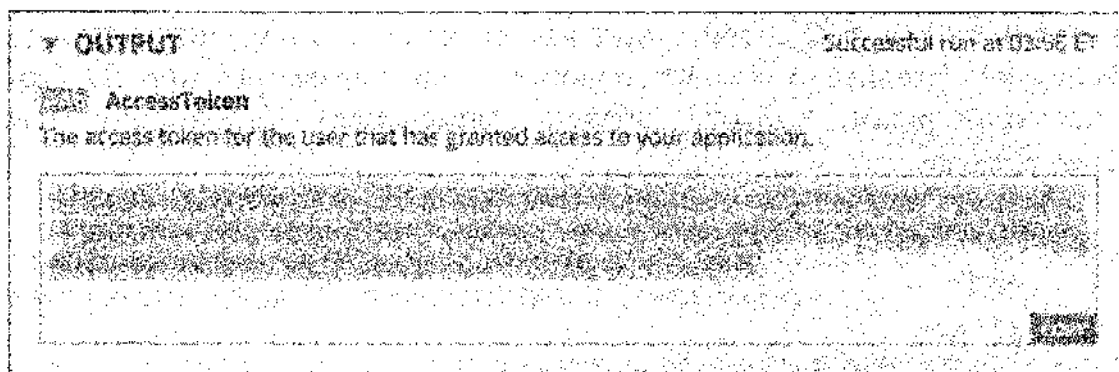

Рис. 5.24. Ваш токен доступа к приложению
11. После щелчка по кнопке **Run** вы, наконец, получите свой токен доступа (рис. 5.24).